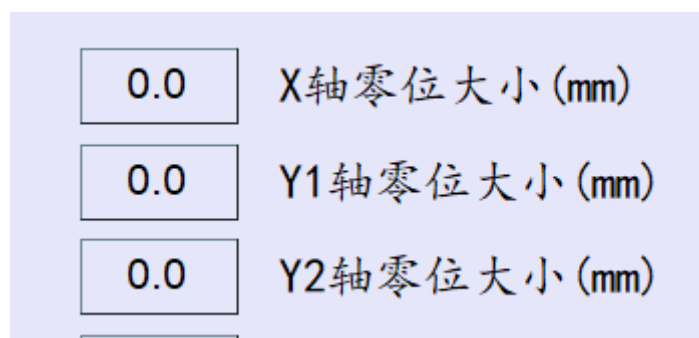

图 2.5
5. 用卷尺/卡尺测量当前刀口尺寸，并填入至对应参数输入框，如图 2.5